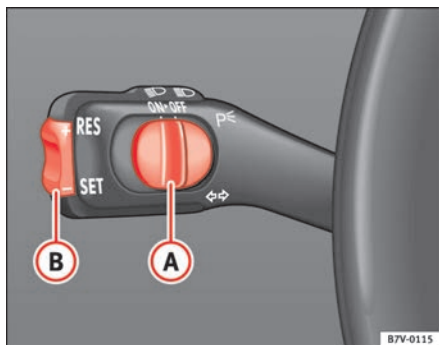
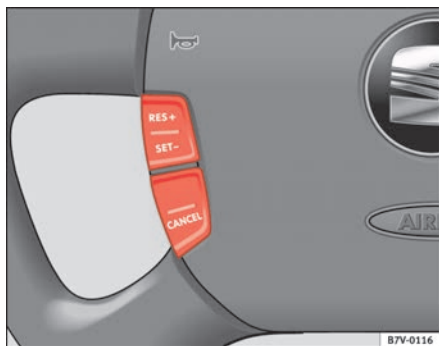

Abb. 133 Blinker- und Fernlichthebel: Schalter (A) und Wippe (B) zum Regulieren der Geschwindigkeit
Abb. 134 Multifunktionslenkrad: Bedienelemente für GRA
- Schieben Sie den Schalter ⇒ Abb. 133 (A) nach links auf **ON**. Bei eingeschalteter Geschwindigkeitsregelanlage leuchtet im Kombiinstrument das Symbol  auf.
- Schieben Sie den Schalter ⇒ Abb. 133 (A) nach rechts auf **OFF**, oder drücken Sie einmal die Taste ⇒ Abb. 134 (CANCEL).
- Drücken Sie den unteren Teil der Wippe **SET** ⇒ Abb. 133 (B) oder die Taste ⇒ Abb. 134 (SET-) einmal kurz, wenn die zu speichernde Geschwindigkeit erreicht worden ist. Die anliegende Geschwindigkeit wird gespeichert und konstant gehalten.
- Drücken Sie den oberen Teil der Wippe **RES+** ⇒ Abb. 133 (B) oder die Taste ⇒ Abb. 134 (RES+) so lange, bis die gewünschte Geschwindigkeit erreicht ist..
- Drücken Sie den unteren Teil der Wippe **SET-** ⇒ Abb. 133 (B) oder die Taste ⇒ Abb. 134 (SET-) so lange, bis die gewünschte Geschwindigkeit erreicht ist. Die Geschwindigkeit wird durch Gaswegnahme verringert, es wird nicht aktiv gebremst.
- Schieben Sie den Schalter \Rightarrow Seite 181, Abb. 133 **A** auf „OFF“ oder
Zur Wiederaufnahme der Regelung, lassen Sie das Brems- oder Kupplungspedal los, schieben Sie den Schalter **A** auf ON oder drücken Sie den oberen Teil der Wippe \Rightarrow Seite 181, Abb. 133 **RES+** oder die Taste \Rightarrow Seite 181, Abb. 134 einmal.